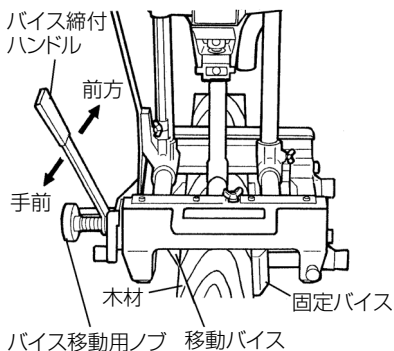

図 27
(4) 木材への固定
- ① 木材の側面に固定バイス(2個)が当たるまで機体を横に動かします。
- ② バイス締付ハンドルは前方に倒しておきます。
- ③ バイス移動用ノブをまわし移動バイスで仮締めします。
- ④ 次にバイス締付ハンドルを手前に引くと、機体は木材に固定されます。(図27)